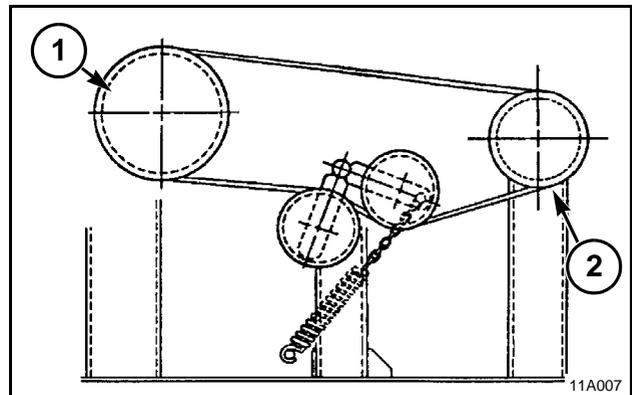

FIG. 137
FIG. 137: cuando la polea grande (1) se instala en el eje del picador y la polea menor (2) se instala en el contraeje, el picador girará a baja velocidad (857 rpm).